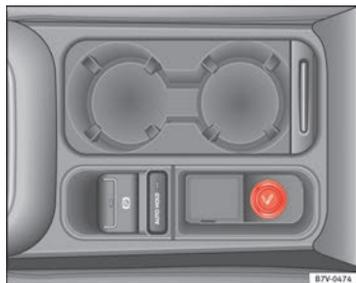

Fig. 119 Console centrale avant : allume-cigare.
En fonction de l'équipement, il pourrait y avoir un allume-cigare dans la partie avant de la console centrale → fig. 119, ou dans le rangement de la partie avant de la console centrale.
- Enfoncez le bouton de l'allume-cigare lorsque le contact est mis → fig. 119.